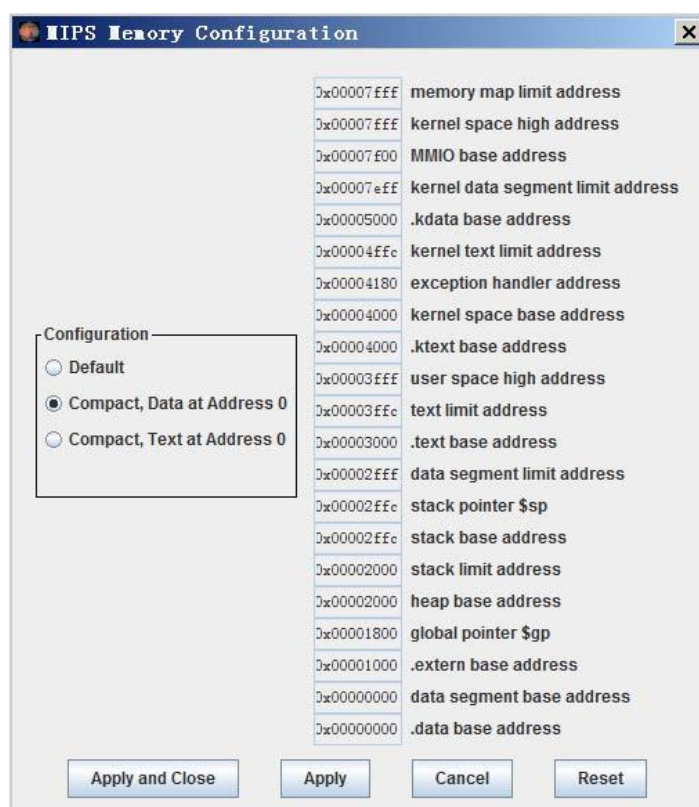

Figure1 MIPS存储配置模式(MARS memory configuration)
a) 现场测试用的测试程序将通过MARS产生，其配置模式如Figure1所示。